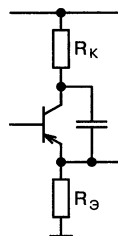

Рис. 3.9. Удалось ли таким способом снизить входную емкость?
**РАДИОЛЮБИТЕЛЬ:** Идея — на рис. 3.9: выходной сигнал с эмиттера заводится через конденсатор большой емкости в цепь коллектора этого же транзистора. Потенциалы на всех электродах транзистора изменятся теперь почти одинаково, поэтому эквивалентная входная емкость снизится до  $C_{KB}(1 - K_U)$ .